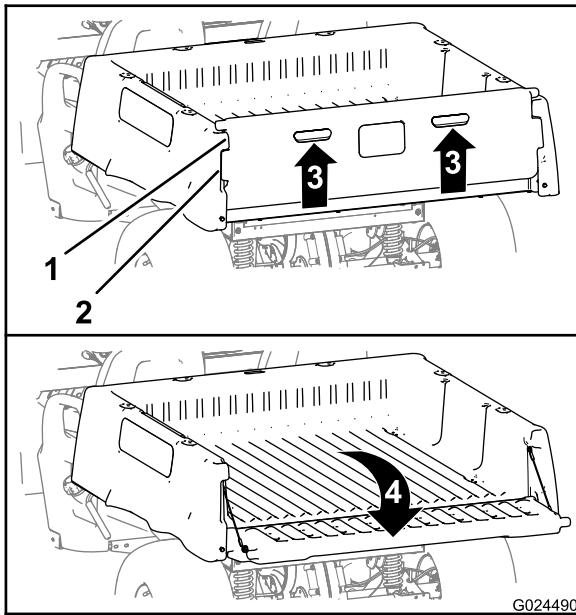

Figure 20
- Passez les doigts dans les poignées du hayon pour le soulever (Figure 20).
- Alignez les bords de verrouillage du hayon sur les ouvertures entre les bords de verrouillage sur le plateau de chargement (Figure 20).
- Faites pivoter le hayon vers l'arrière et le bas (Figure 20).
- Faites pivoter le hayon vers le haut et l'avant jusqu'à ce que les bords de verrouillage du hayon soient de niveau avec le creux dans le plateau de chargement (Figure 20).
- Abaissez le hayon jusqu'à ce qu'il soit de nouveau engagé à l'arrière du plateau de chargement (Figure 20).